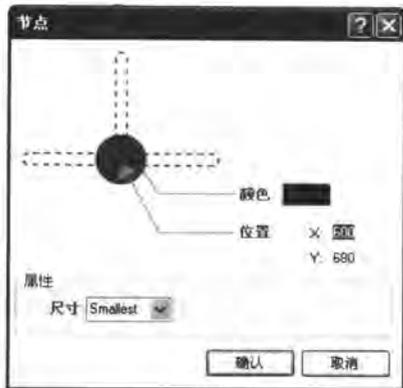

图 3-82 【节点】对话框
(3) 设置节点符号属性。双击需要设置属性的电气节点（或在放置状态下按 **Tab** 键），系统弹出相应的【节点】属性设置对话框，如图 3-82 所示。